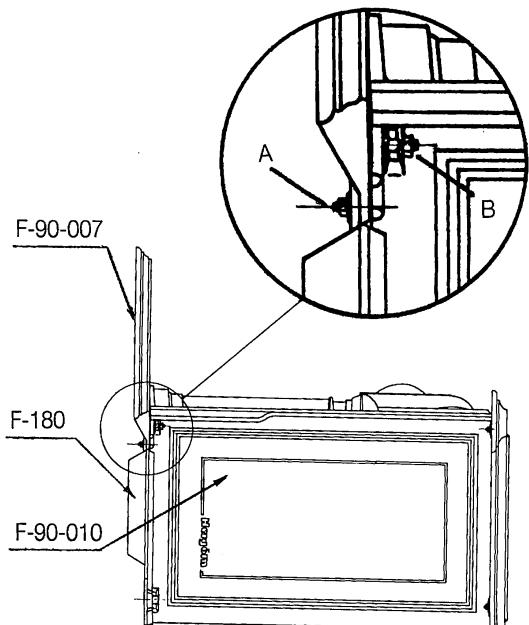

Fig. 2
3. Unir la bandeja (F-90-007) al fondo (F-180) como se indica en la Fig. 2 hasta hacer coincidir los orificios (Detalle "A").